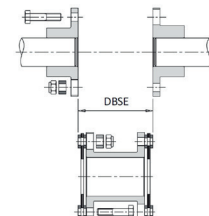

Abb. 4 / fig. 4
2. Die Wellen sind so zu montieren, dass ihre Stirnflächen rechtwinklig zur Kupplungsachse stehen. Der Abstand zwischen den Wellenenden entspricht dabei der Baulänge des Zwischenrohrs einschließlich der beiden Scheibenpakete. (Abb. 4)
2. The shafts must be installed so that their end faces are perpendicular to the coupling axis. The distance between the shaft ends must correspond to the overall length of the spacer tube, including the two disc packs. (Fig. 4)